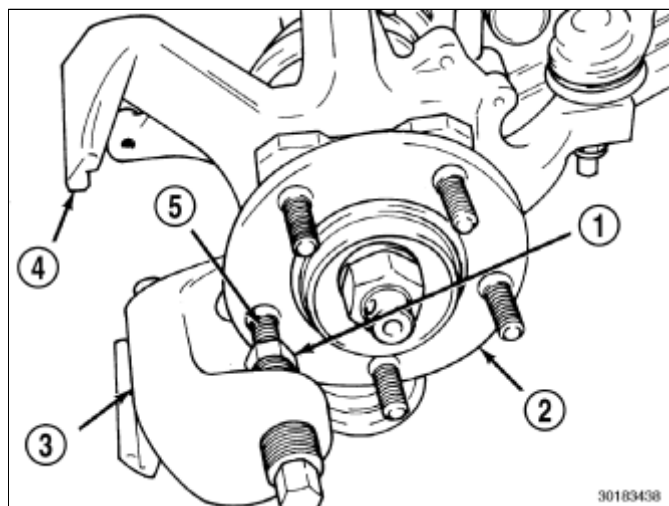

图 2 车轮双头螺栓拆卸
6. 在将要拆卸的车轮安装螺柱上足够远的位置, 安装一个车轮安装(四方)螺母, 这样螺柱螺纹和螺母端部都是平的。 在轮毂和轴承法兰及车轮螺柱上安装拆卸器, 专用工具C-4150A\(图 2\)。